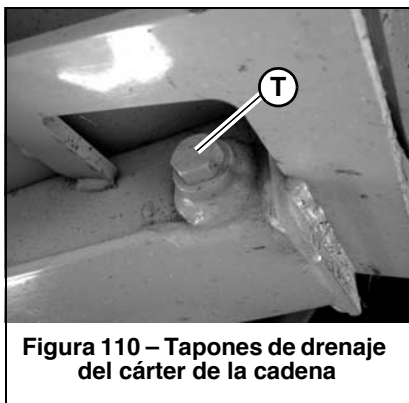

Figura 110 – Tapones de drenaje del cárter de la cadena
2. Quite los tapones de drenaje (T, Figura 110) de los dos cárteres de cadena y drene el aceite en recipientes apropiados.